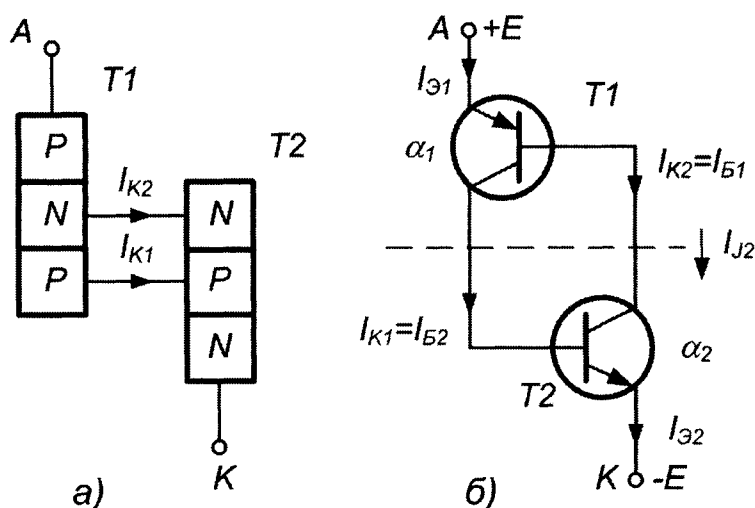

Рис. 5.2. Деление динистора на две структуры (а) и схема замещения (б)
Схему замещения динистора можно представить в виде двух триодных структур, соединенных между собой. Деление динистора на составляющие транзисторы и схема замещения приведены на рис.5.2.
Пусть коэффициенты передачи по току эмиттера транзисторов  $T1$  и  $T2$  имеют значения  $\alpha_1$  и  $\alpha_2$ . Тогда согласно схеме замещения (рис.5.2, б) ток через тиристор, равен сумме токов коллекторов обоих транзисторов и тока утечки  $I_{K0}$ :
**Тиристор** имеет структуру, аналогичную динистору, при этом одна из внутренних областей используется для управления. Если в базу одного из транзисторов (рис.5.2) подать ток управления, то его коэффициент передачи увеличится и произойдет включение тиристора.